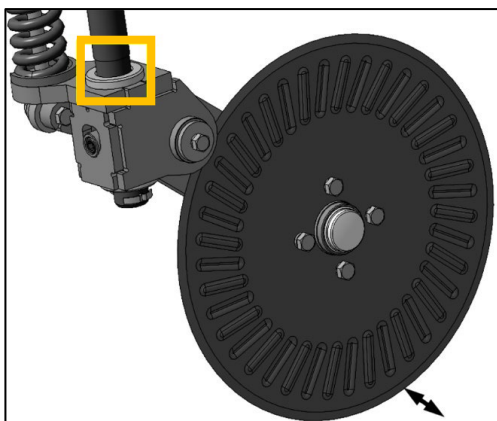

Рисунок 72 – Турбонож
11. Обильно смазать машинным маслом стойку крепления турбоножа, и проверить боковой ход турбоножа, рис. 72.